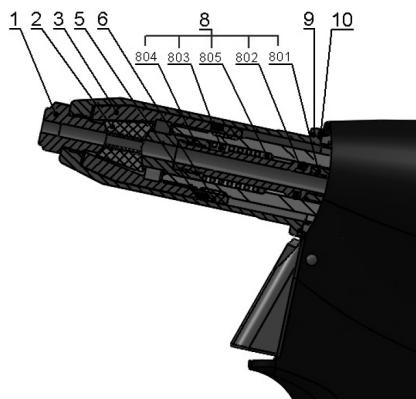
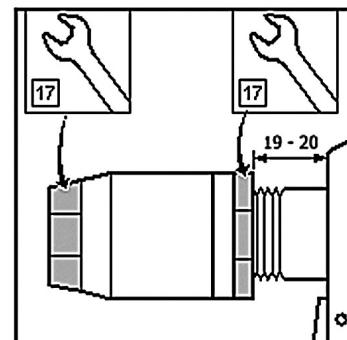

Abb.2
Abb.3
Trennen Sie das Werkzeug von der Druckluftquelle, schrauben Sie das vordere verstellbare Frontdüse /Abb.2 - Pos.9/ mit einem Schraubenschlüssel Nr. 23 ab, setzen Sie den Schlüssel Nr. 17 auf die Spannhülse /Abb. 2 - Pos.3/ und den Schlüssel Nr. 17 auf die HP - Mutter /Abb.2 - Pos.6/ und lösen Sie diese. Schrauben Sie die Spannhülse ab und tauschen Sie die Spannbacksatzen /Abb.2 - Pos.2/ und den Komplettes Saugleitung /Abb. 2 - Pos.8./ aus. Alle verwendeten Gewinde sind Rechtsgewinde. Reinigen Sie die demontierten Teile gründlich und unterziehen Sie diese und insbesondere die folgenden Teile einer Sichtprüfung:
- 1) Spannbacksatzen /Abb.2 - Pos.2/ - Abgenutzte oder beschädigte Teile müssen ausgetauscht werden. Reinigen Sie verschmutzte Teile mit einer Drahtbürste.
- 2) Mundstück /Abb.2 - Pos.1/ - Überprüfen Sie die Funktionsflächen des Reduzierstücks auf Verschleiß.
- 3) Komplette Saugleitung /Abb.2 - Pos.8./ - Abgenutzte oder beschädigte Teile müssen ausgetauscht werden /Abb.2 - Pos.801, Pos.802, Pos.803, Pos.804 und Pos.805/.
- 4) Verstellbare Frondüse /Abb.2 - Pos.9/ - Überprüfen Sie die Innenfläche auf Beschädigungen (\varnothing 18).
- 5) Abstreifring /Abb.2 - Pos.5/ - Ersetzen des Rings durch einen neuen Abstreifring, sofern dieser beschädigt oder abgenutzt ist.
Montieren Sie die Teile in umgekehrter Reihenfolge (siehe Teile-Demontage). Geben Sie einen Tropfen Schmieröl (wir empfehlen das Hydrauliköl HYSPIN AWHM 32 CASTROL) auf die Außenfläche der Spannbacksatzen /Abb.2 - Pos.2/. Geben Sie eine dünne Schicht Plastik - Schmierstoff MOGUL LV 2-3 auf die Saugleitung und den O-Ring /Abb.2 - Pos. 801 und Pos. 802/. Die Grundeinstellung der Spannbacken erfolgt wie in Abb. 3 dargestellt.